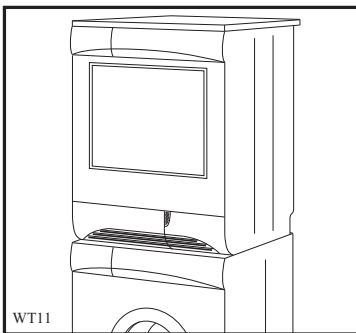

Abb. 7
- Modelle mit Klappe am Sockel (Abb. 7 und 8).